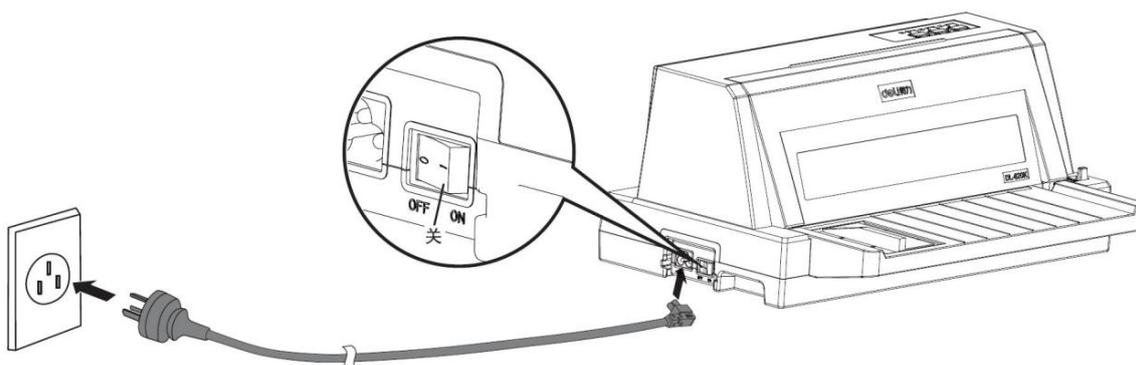

图 8
- 1) 如图 8 所示，将电源线的一端插进打印机的电源插口，将电源线的另一端插进带地线的电源插座。